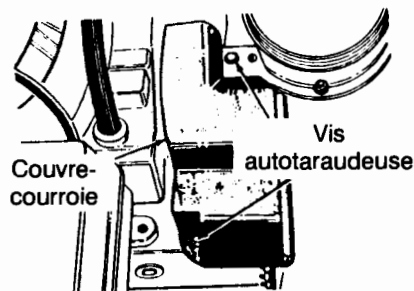

FIGURE 25 - Pour plus de clarté la goulotte est retiré.
- Enlevez le couvre-courroie en plastique sur le devant du moteur en retirant deux vis autotaraudeuses. Voir la Figure 25.